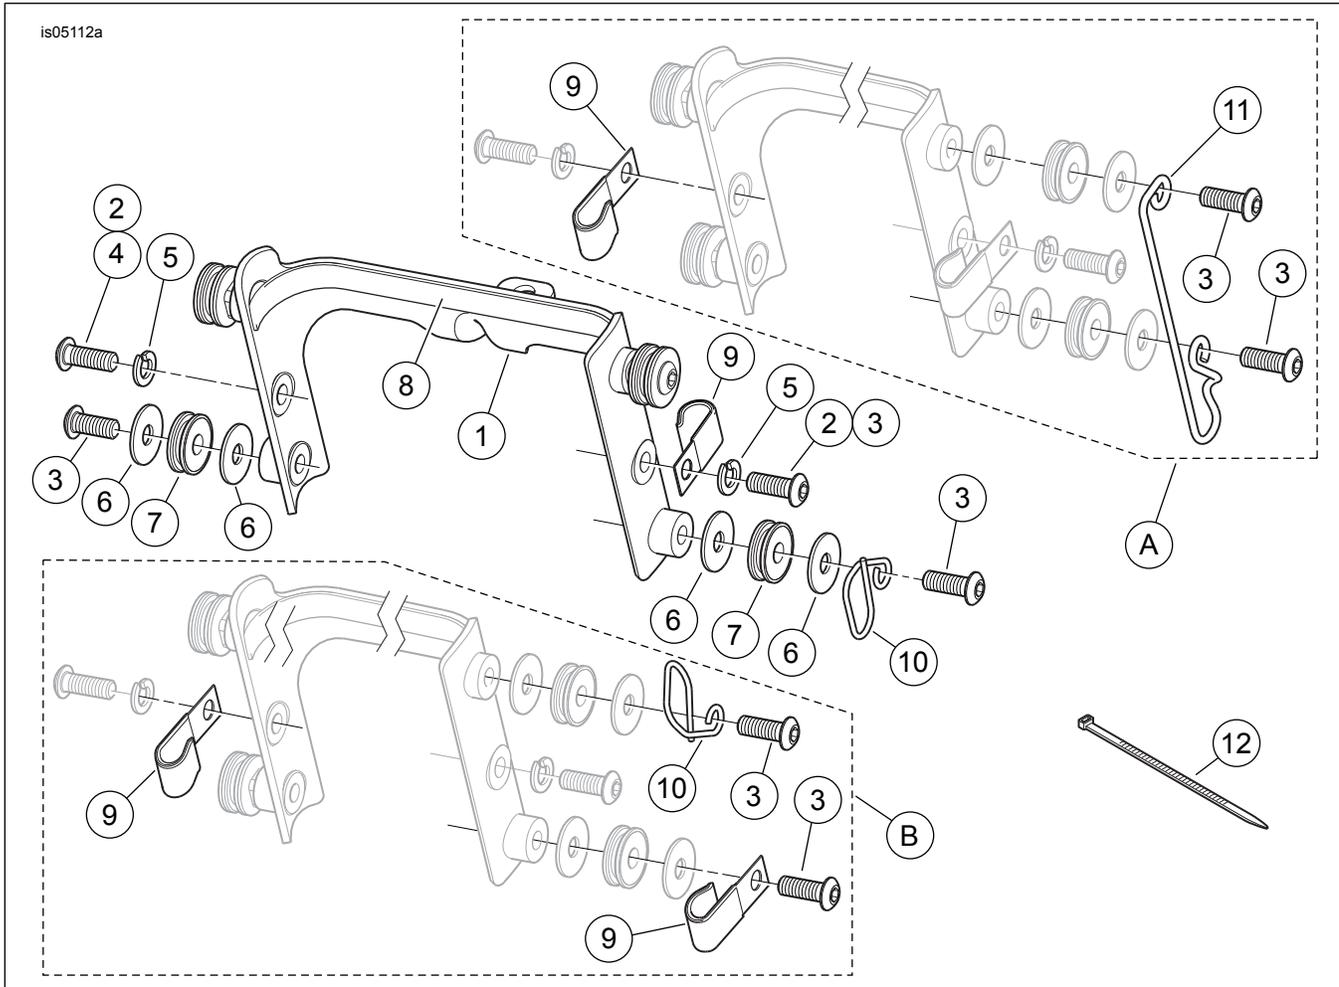

Figura 5. Piezas de servicio: Kit de elementos de sujeción de acoplamiento de parabrisas desmontable
Vea Figura 5 y Tabla 1.
8. Vea Figura 5. Instale la cinta de espuma (8) del kit a lo largo del interior de la pieza de soporte cromada del parabrisas (1), como se muestra.
13. Vea Figura 5. **Para TODOS los modelos:** Obtenga una **nueva** abrazadera de la línea del freno (9) y dos arandelas de seguridad (5) del kit, junto con los tornillos de montaje correctos para la aplicación, como se enumeran a continuación. **Para los FXSTSSE2 y FXSTSSE 2007 y 2008:** Obtenga una segunda abrazadera de la línea del freno (9) del kit. **En los modelos FXSTS o FXSTSB CON luces de paso:** Obtenga un tornillo con cabeza de botón de 19 mm (3/4 pulg.) de largo (2) para instalarlo en el lado izquierdo y un tornillo con cabeza de botón de 22 mm (7/8 pulg.) de largo (3) para instalarlo en el lado derecho. **En los modelos FXSTS o FXSTSB SIN luces de paso:** Obtenga un tornillo con cabeza de botón de 16 mm (5/8 pulg.) de largo (4) para instalarlo en el lado izquierdo y un tornillo con cabeza de botón de 19 mm (3/4 pulg.) de largo (2) para instalarlo en el lado derecho. **Para los modelos FLSTS o FLSTSB (con o sin luces de paso):** Obtenga un tornillo con cabeza de botón de 16 mm (5/8 pulg.) de largo (4) para instalarlo en el lado izquierdo y un tornillo con cabeza de botón de 19 mm (3/4 pulg.) de largo (2) para instalarlo en el lado derecho.